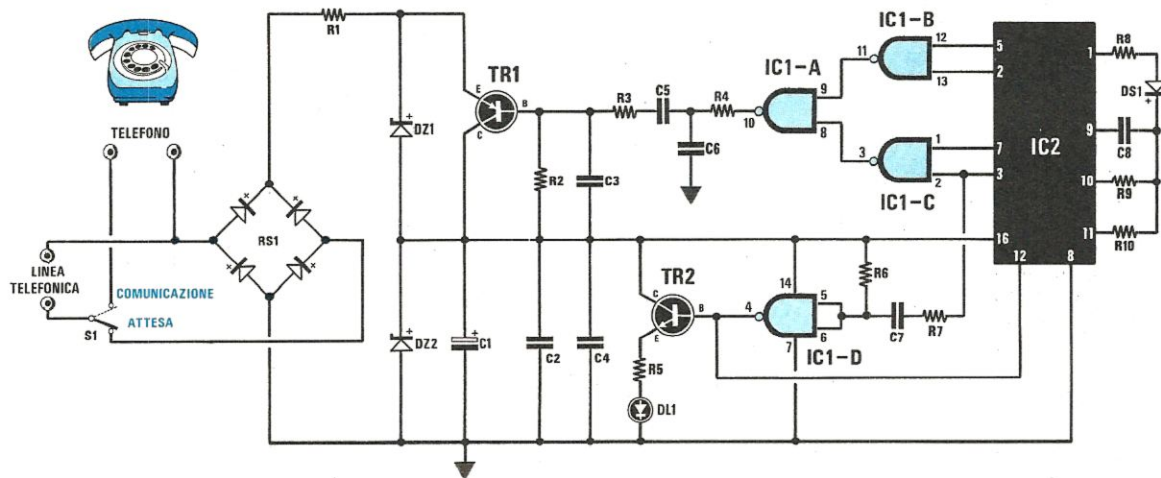

Fig. 1 Schema elettrico.
Lo schema elettrico riportato in fig. 1 dimostra quanto sia semplice tale circuito, infatti, per questa realizzazione, sono richiesti due soli integrati, due transistor e pochi componenti passivi.
**Fig. 1** Costruendo questo analizzatore grafico di BF, potrete far apparire sullo schermo del vostro televisore 10 barre per il canale destro e 10 per il canale sinistro, ognuna centrata su una diversa frequenza. Ogni barra verticale appare in tre colori, Giallo-Blu-Rosso, che potrete modificare in Blu-Giallo-Rosso agendo su di un apposito deviatore.
Fig. 2 Oltre a modificare i colori delle barre verticali è pure possibile aggiungere o eliminare sullo schermo il reticolo di riferimento: la differenza è visibile confrontando questa figura con la fig. 1. Ogni tacca di reticolo corrisponde ad un aumento di potenza di 2 dB, quindi risultando 15 le tacche in verticale è possibile raggiungere un massimo di +30 dB.
trremo sovrapporre delle righe orizzontali di riferimento (vedi fig. 1 e fig. 2).